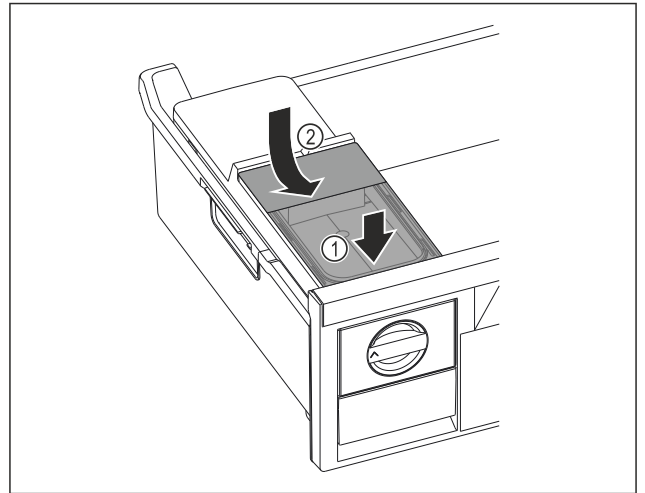

Fig. 114
- ▶ 放置水箱前部。 Fig. 114 (1)
- ▶ 放下水箱后部。 Fig. 114 (2)